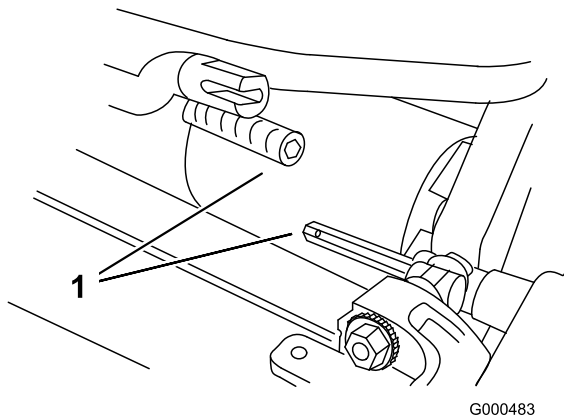

図 5
3. カッティングユニットをトラクションユニットの下に押し込み、次に左に押ししてトランスミッションのカップリングに接続する (図 5)。